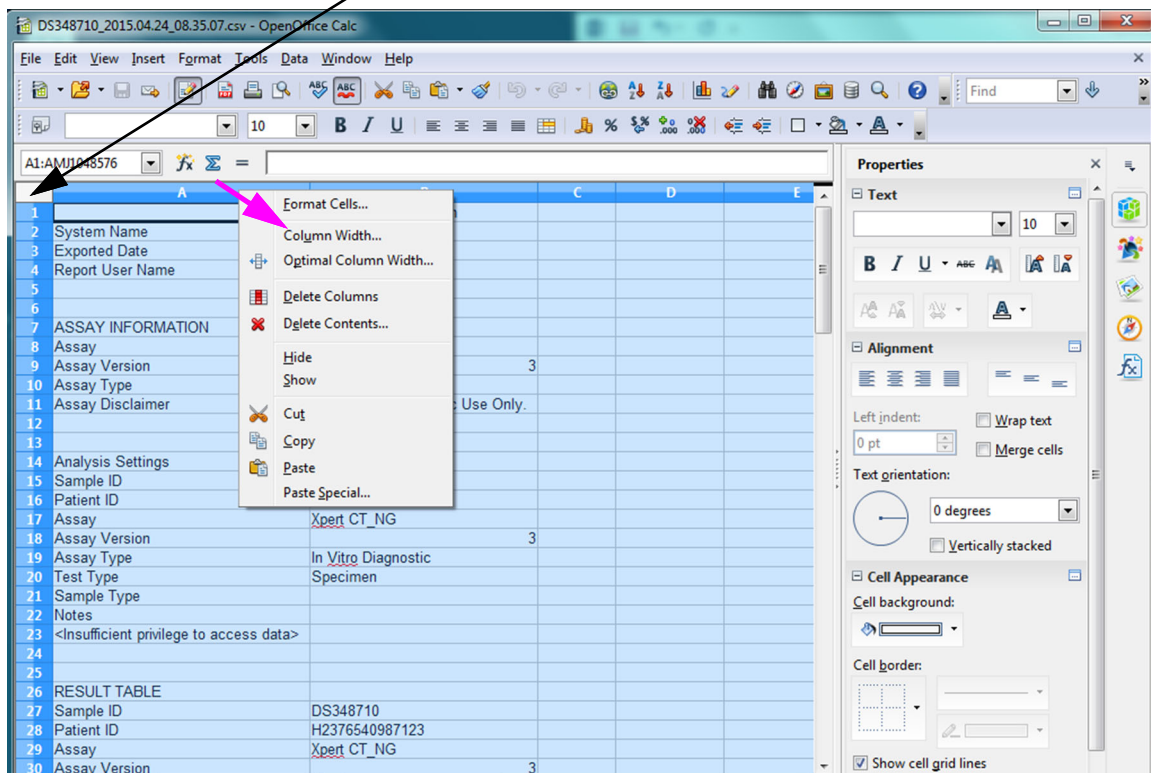

Figura D-6. Menu pendente para seleccionar a largura da coluna
8. Clique com o botão direito do rato no cabeçalho da coluna. Será visualizado um menu pendente no lado direito da coluna (consulte a figura D-6).